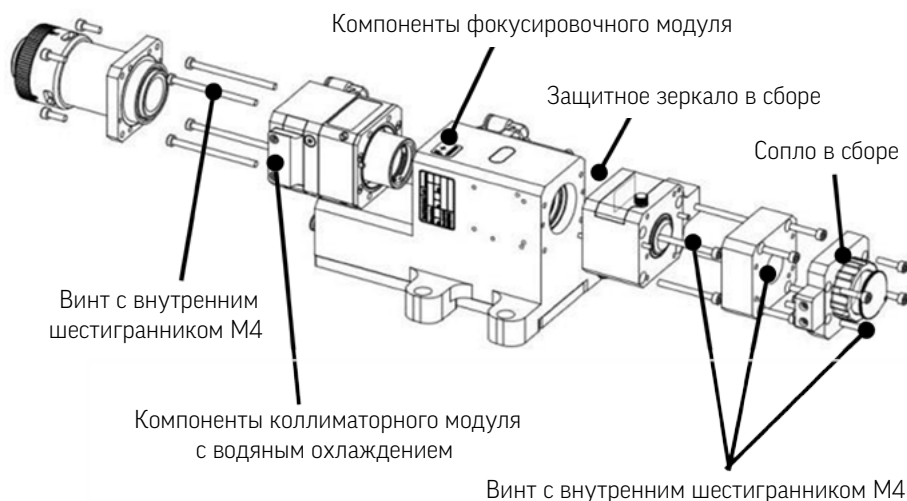

Рисунок 1.7 - Снятие линзы
- › Разместите лазерную голову горизонтально. Открутите стопорные винты снизу вверх (рисунок 1.7)